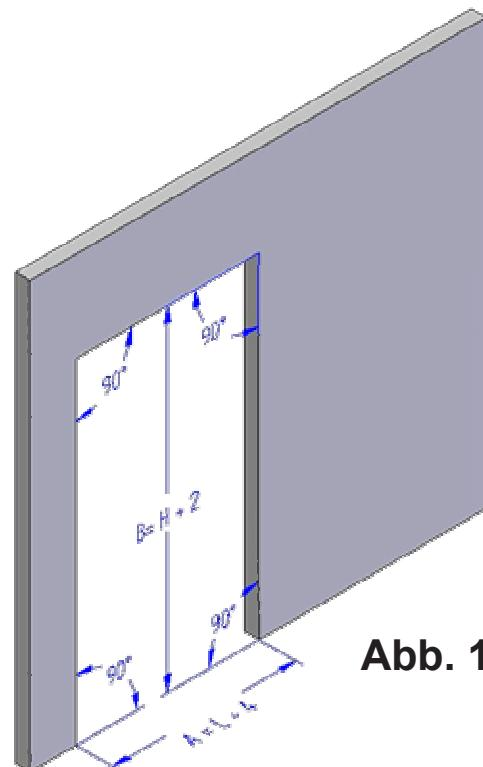

Abb. 1
- Zuschnitt der Platte: (Abb.1)
Schneiden Sie die Anwendungsplatte wie in Abb. 1 gezeigt aus.